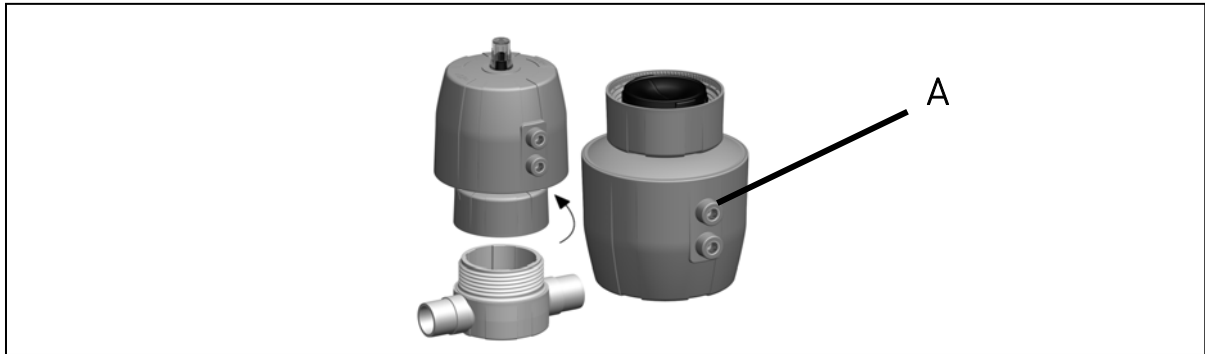

Abb. 21
- ▶ Gehäusemutter **A** aufschrauben, siehe Abb. 21. Dazu einen Bandschlüssel/ Spezialwerkzeug verwenden.